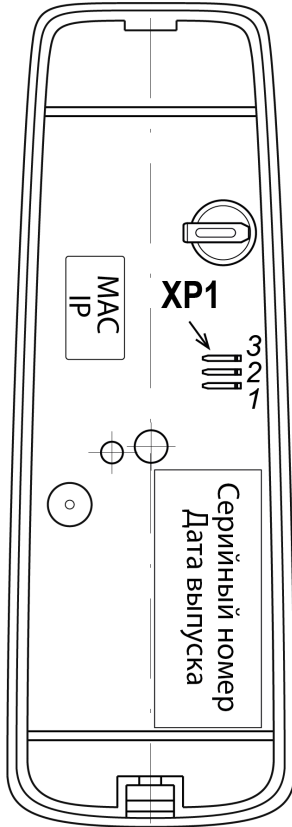

Рисунок 1. Внешний вид тыльной стороны контроллера
Выбор способа задания IP-адреса контроллера осуществляется установкой или снятием перемычки (джампера) на разъеме **XP1** на тыльной стороне контроллера. Расположение разъема **XP1** указано на рис. 1. Возможны следующие способы задания IP-адреса:
6. При необходимости изменения способа задания IP-адреса контроллера (см. разд. 5.7) установите переключку (джампер) на разъем **XP1** согласно табл. 1. Расположение переключки указано на рис. 1.